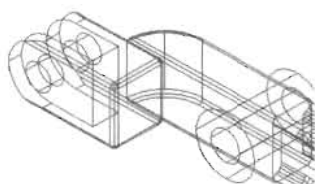
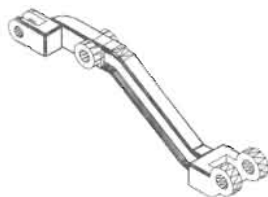

图 14-205
图 14-206
(2) 单击“修改”工具栏中的“移动”按钮 , 移动 D 部分结构, 如图 14-205 所示。到此, 整个曲柄模型就绘制完成了, 整体效果如图 14-206 所示。